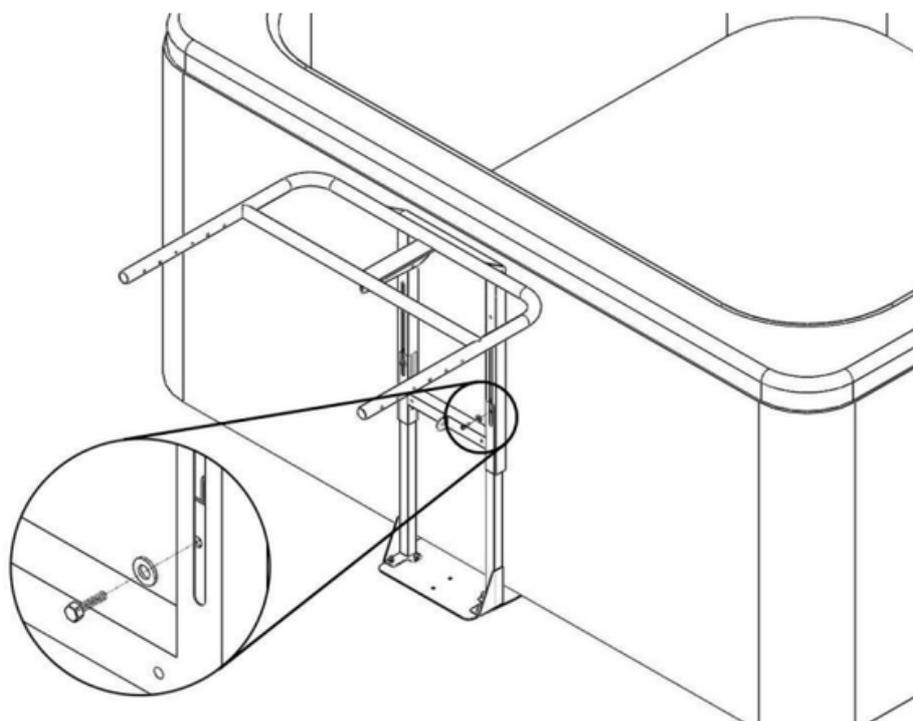

Figure 5
5. Taraudez sans serrer la vis de réglage ccE dans la rondelle de la vis de réglage ccH, et dans les trous filetés des supports. NE SERREZ PAS encore les vis de réglages. Voir figure 5.